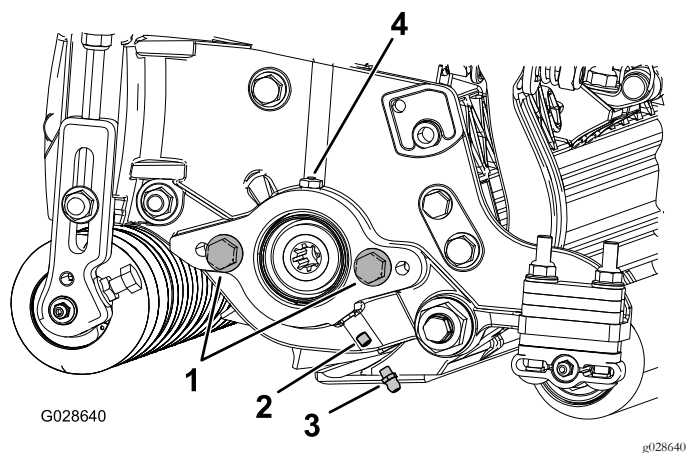

図 6
1. リールモータのサイドプレートの固定ねじを外す。ねじは廃棄する 図6。
2. グリスフィッティングストレートを取り付ける 図 6。
3. リールモータのサイドプレートにキャップスクリューが付いていない場合は取り付ける 図 6。
5. リールモータを取り付けてサイドプレートからグリスを注入する。グリスベントからグリスが漏れてくるまで入れること 図 6。